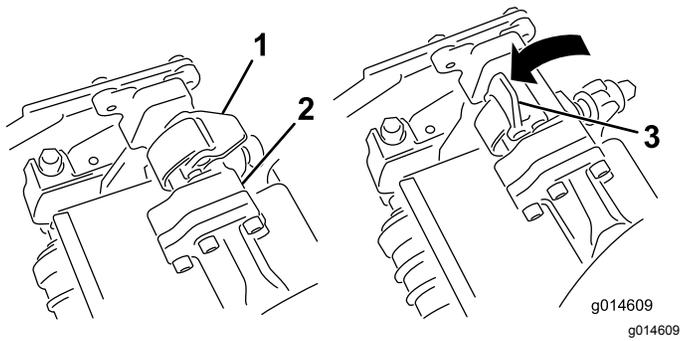
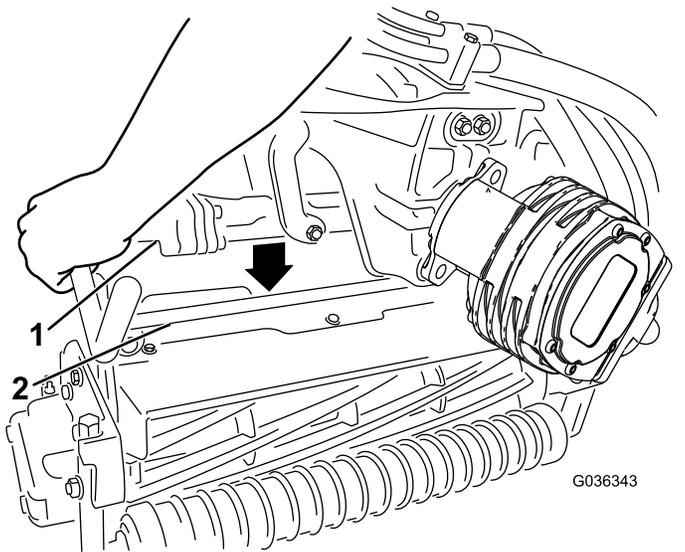

Bild 52
Bild 53
4. Die Riegel an der Aufhängearmstange müssen nach oben zeigen (d. h. offen) (Bild 52); drücken Sie den Aufhängearm dann so nach unten, dass die Stange über die Stange an der Oberseite der Schneideinheit passt (Bild 53).
- Drücken Sie die Riegel nach unten um die Schneideinheitstange herum und arretieren sie (Bild 52).
5. Öffnen Sie die Riegel an der Aufhängearmstange der Schneideinheit, die Sie entfernen möchten (Bild 52).